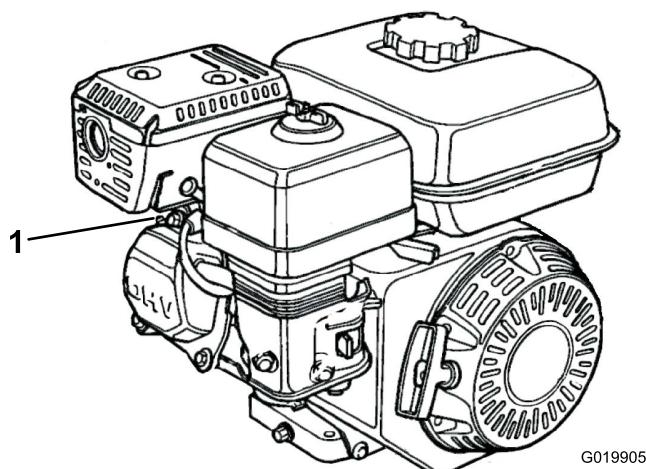

Figura 17
1. Scollegate il cappelotto dalla candela (Figura 17).